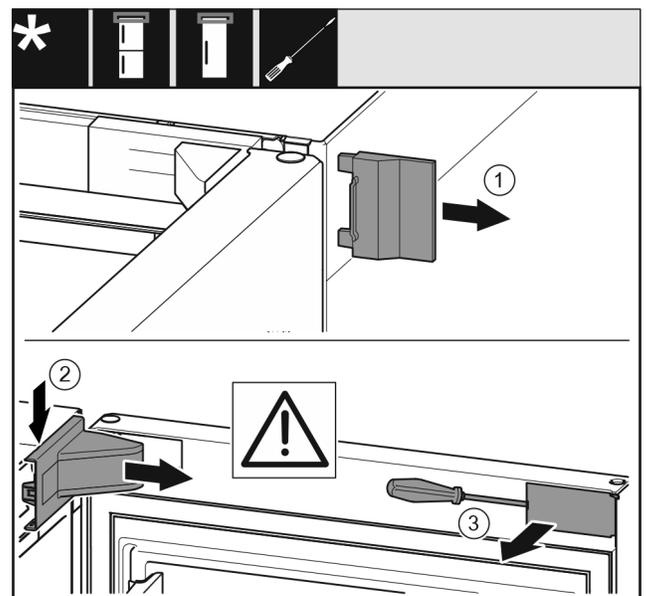

Fig. 6 *
► Retirer le cache extérieur. *Fig. 6 (1)**
► Détacher et libérer le cache du support de palier. Retirer le cache du support de palier. *Fig. 6 (2)**
► Dégager le cache avec le tournevis et l'incliner sur le côté. *Fig. 6 (3)**